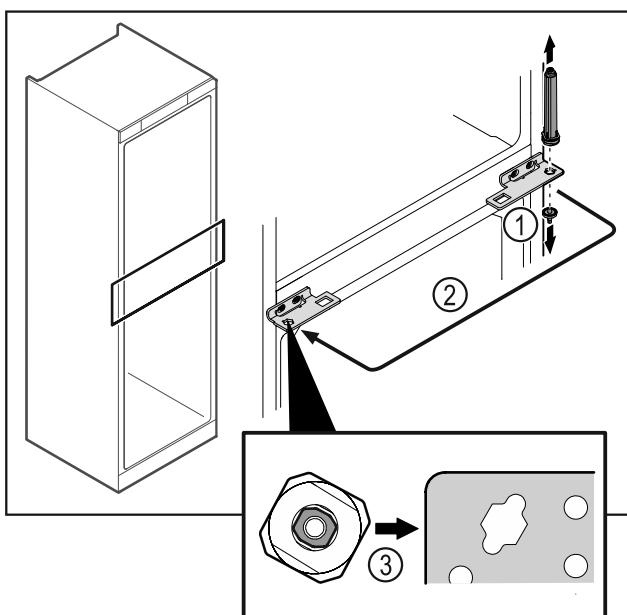

Fig. 38
- ▶ Scharnierbolzen Fig. 38 (1) abschrauben.
- ▶ Türschließsystem Fig. 38 (2) einsetzen.
- ▶ Beim Einsetzen auf die korrekte Ausrichtung des Türschließsystems Fig. 38 (3) achten.